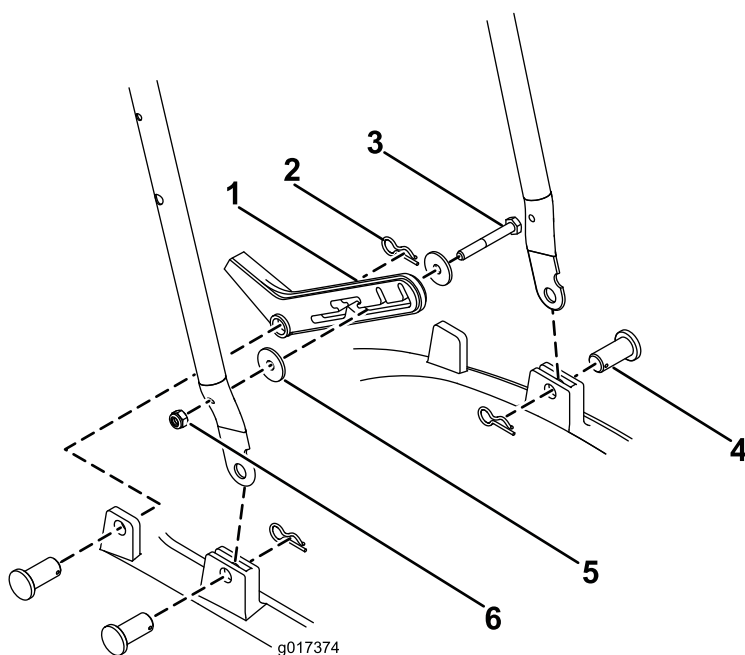

Рисунок 3
1. Вставьте нижнюю рукоятку в раму (Рисунок 3).
2. Закрепите каждую сторону при помощи стопорного штифта и шплинта (Рисунок 3).
3. Закрепите ножной упор с правой стороны нижней рукоятки с помощью гайки М6, болта М6 и двух шайб (Рисунок 3).
4. Присоедините ножной упор к раме с помощью стопорного штифта и шпильки (Рисунок 3).